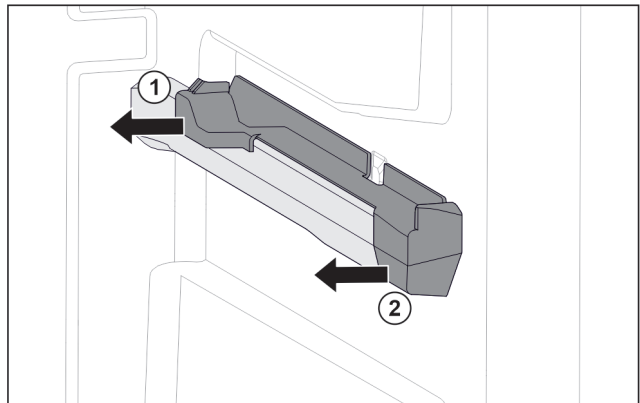

Fig. 82 Наставка върху дясното ребро на съда
- ▶ Изтеглете наставката отзад настрани. Fig. 82 (1)
- ▶ Изтеглете наставката отпред настрани. Fig. 82 (2)